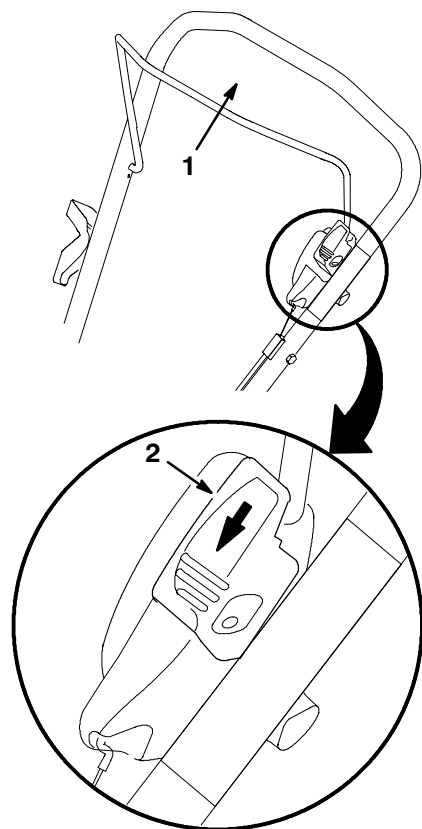

Figure 13
3. Tirer la barre de commande vers le mancheron en poussant l'élément coulissant vers le bas (Fig. 13).